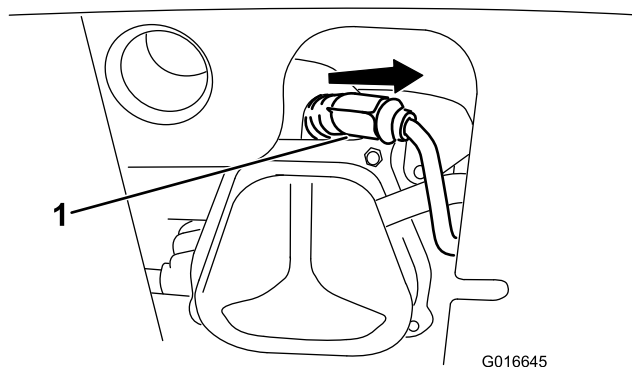

Figure 36
- Enlevez le capuchon (Figure 36).